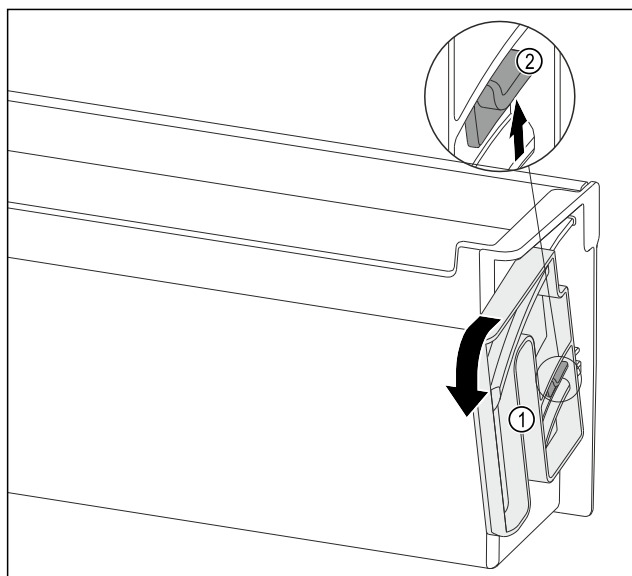

Fig. 117
- Dreheinheit Fig. 117 (1) in die angegebene Richtung bis zum Anschlag drehen.
- Lasche Fig. 117 (2) nach oben drücken und Dreheinheit Fig. 117 (1) entnehmen.